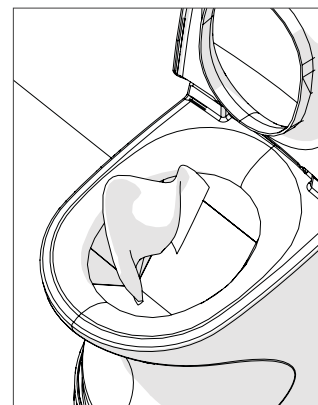

Fig. 8
3. Nettoyer l'intérieur de la cuvette avec un chiffon humide (fig. 8). Il est également possible d'utiliser du papier absorbant qui pourra être jeté dans la chambre d'incinération après le nettoyage. Le nettoyage terminé, abaisser l'abattant des toilettes. La trappe de la chambre d'incinération se fermera alors.